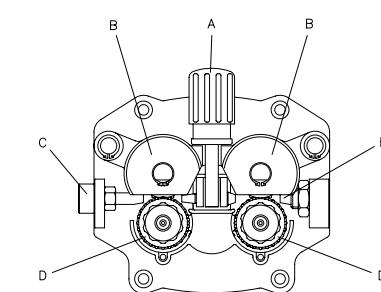

FIG. 5
- Allentare ed abbassate la manopola in plastica (A) e rilasciate la leva premifilo (B)(Fig.5). Estraete eventuali residui di filo dalla guaina guidafilo (E).
- Rilasciare il filo dalla bobina e tenetelo stretto con un paio di pinze in modo che non possa srotolarsi. Se necessario, raddrizzatelo prima di inserirlo nella guida di entrata (C) del filo. Inserirvi il filo facendolo passare sopra al rullino inferiore (D) e nella guaina guidafilo (E).
- Aprite il pannello laterale. Allentate ed abbassate la manopola in plastica (A) e rilasciate la leva premifilo (B) (Fig.5). Tagliate il filo (qualora sia già stato caricato) tenendolo sempre stretto con delle pinze in modo che non si srotoli e legatelo sull'apposito foro sul rocchetto. Svitate l'ugello e togliete la punta dalla torcia e con un paio di pinze sfilare il filo dalla guaina.